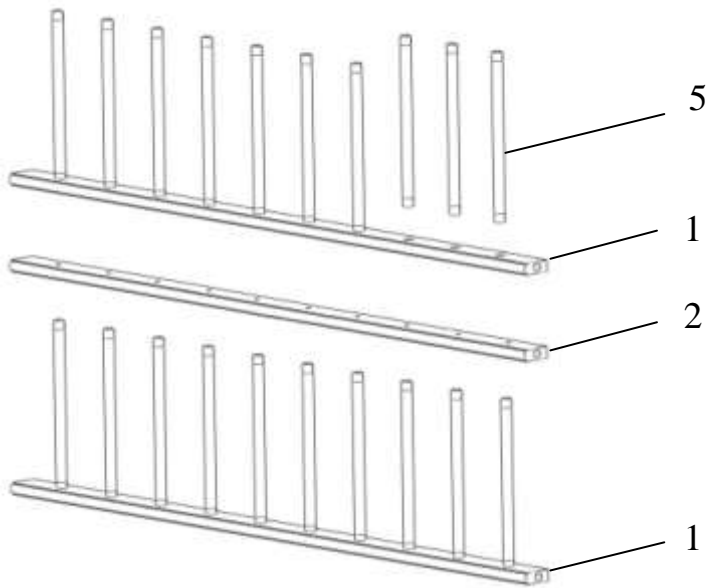

рисунок 2
**ВНИМАНИЕ! Не допускается эксплуатация Комплекса, если размер В более 70 мм (рисунок 2)**